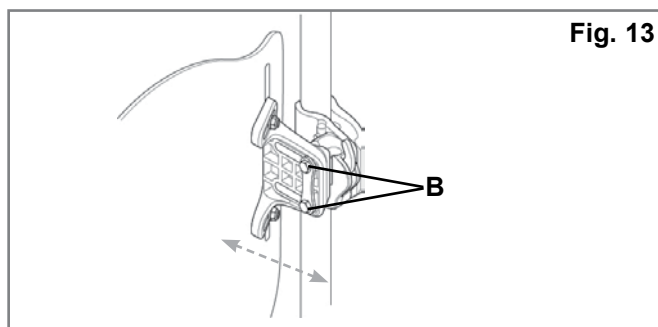

Fig. 13
- For at justere J3 rygstøttens dybde og vinkel, løsgør de venstre og højre møtrikker (Fig. 13-B) på beslagets riller.
- Justér dybden og/eller vinklen, og spænd møtrikkerne forsvarligt. Det anbefalede tilspændingsmoment er 11,3 - 12,4 Nm. Sørg for, at ingen af dybdejusteringsmøtrikkerne (Fig. 13-B) kan glide eller dreje.